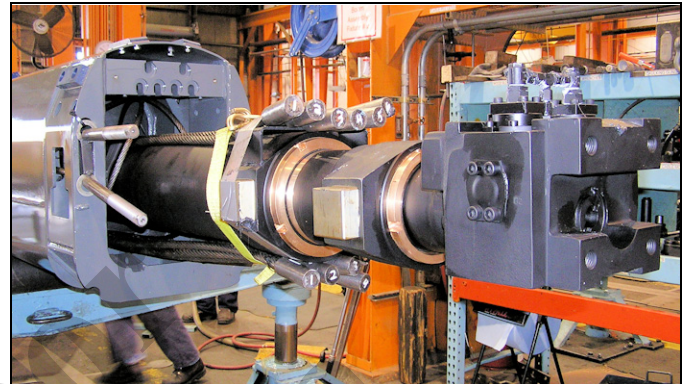

FIGURA 4-38
45. Inserte completamente la sección telescópica 4 (5) en la sección telescópica 3 (4), asegurándose que el cilindro telescópico (6) pase a través de la parte trasera de la sección telescópica 3, sin dañar la sección telescópica 3 ni el cilindro telescópico (vea la Figura 4-38).